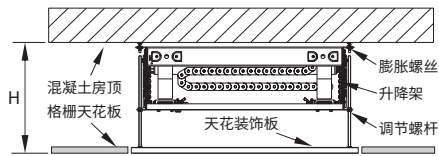

图3 普通高度天花的安装方式
- 如果 $H < H1$ (假设 H2 调至最长状态)，可以直接把升降架安装到混凝土房顶上，见图3；